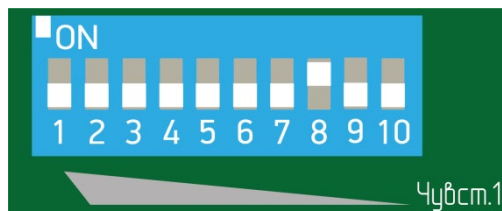

Рисунок 7.14
– установить флажок 8 переключателя регулировки чувствительности соответствующего канала в положение «ON» (верхнее положение), все остальные флажки в нижнее положение (рисунок 7.14);